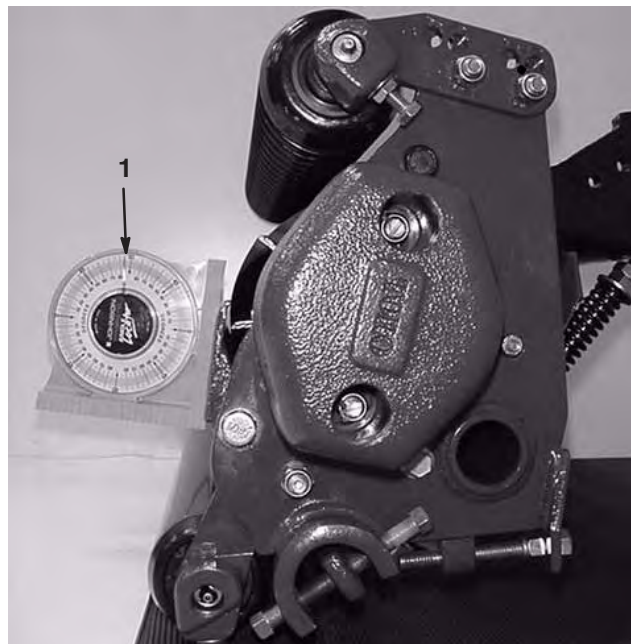

fig. 9
1. Placera en vinkelindikator, Toro artikelnr 99–3503, på underkniven och mät underknivens vinkel (fig. 9).